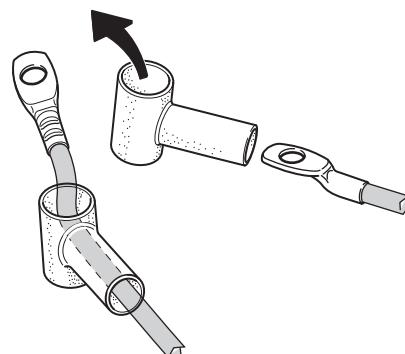

Fig. 49
- Guider les branchements de câble dans les capuchons de protection en caoutchouc (Fig. 49).